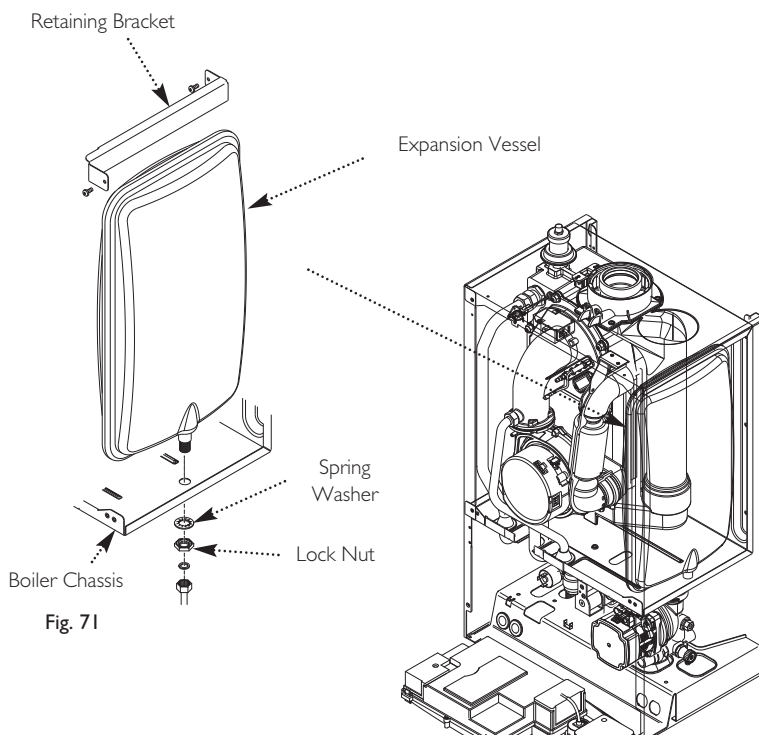

Fig. 71
13.21 Expansion Vessel (Fig. 71)